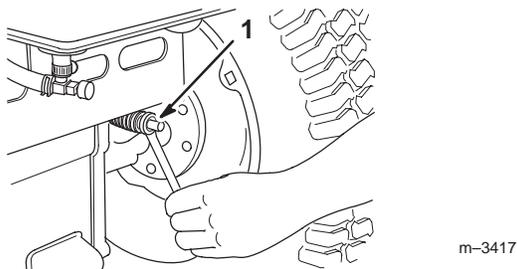

Bild 39
3. Drehen Sie die Bremseneinstellmutter hinten an der Zugmaschine (Bild 39), bis Sie ein Spiel von 51 mm erreicht haben.